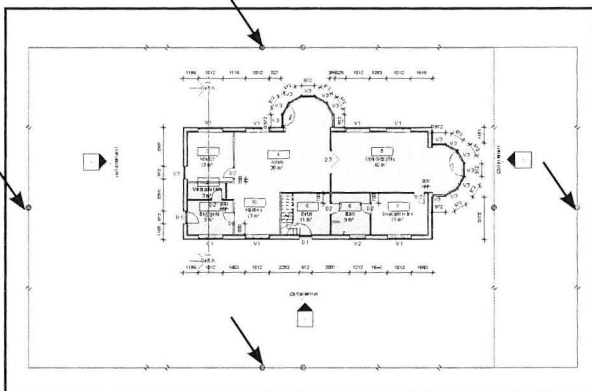

Fig. 16.04. Rediger *Crop Region*.
- Tilpas *Crop View* boksen, ved at trække i cirklerne der forekommer på hver linie af *Crop View* siderne (Fig. 16.04).